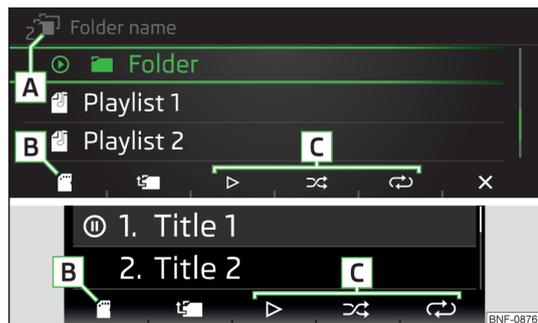

Fig. 101
## Lista de la carpeta/título » fig. 101
- ▶ Para **seleccionar la fuente de audio en la lista de carpeta/título**, presionar nuevamente la tecla de función [◀] hasta que se visualice en la pantalla la posición [B] » fig. 101 de la pág. 87.